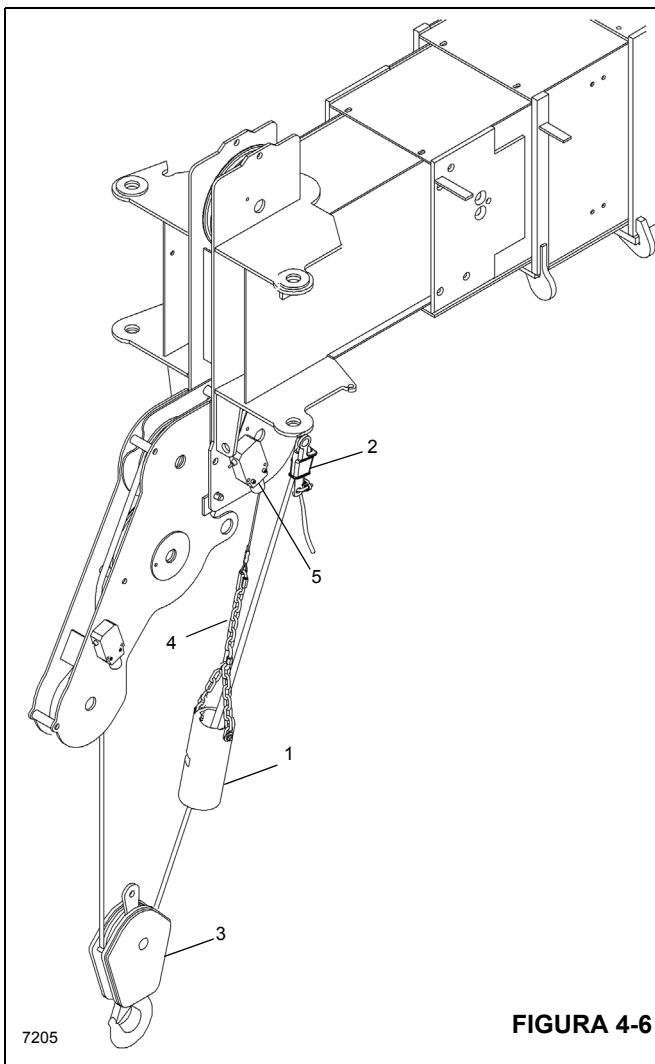

FIGURA 4-6
El esquema de enhebrado de máquinas con control con control por alambres, empleando un aparejo de gancho de 2/3 secciones, se muestra en la Figura 4-6. Instale el peso (1) del dispositivo de prevención del contacto entre bloques en el lado del receptáculo de cuña (2) del aparejo de gancho (3). Conecte la cadena (4) del dispositivo de prevención del contacto entre bloques al conjunto del interruptor superior (5).